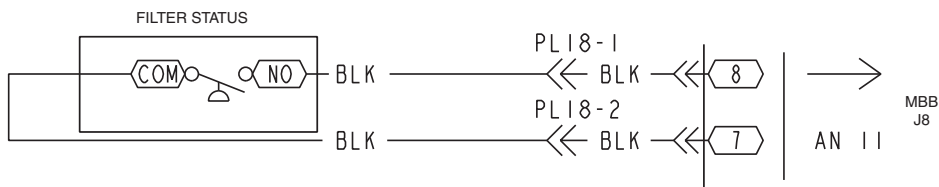

Fig. 60 — Filter Status Wiring
- Filter status switch (Fig. 60)